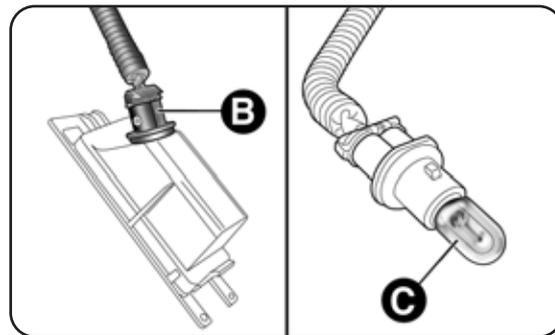

fig. 140
- ruota in senso orario il portalampana B-fig. 140, estrai la lampada C e sostituiscila.